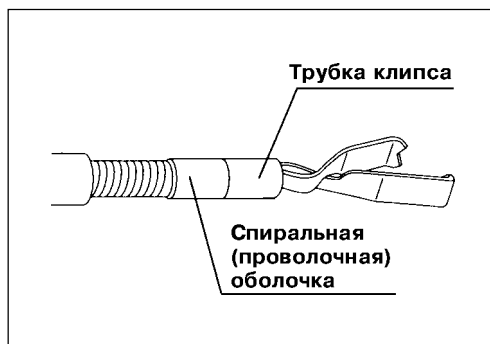

Рис. 3.12.
6. Убедитесь, что трубка клипса располагается точно напротив дистального конца спиральной (проволочной) оболочки (см. рис. 3.12).